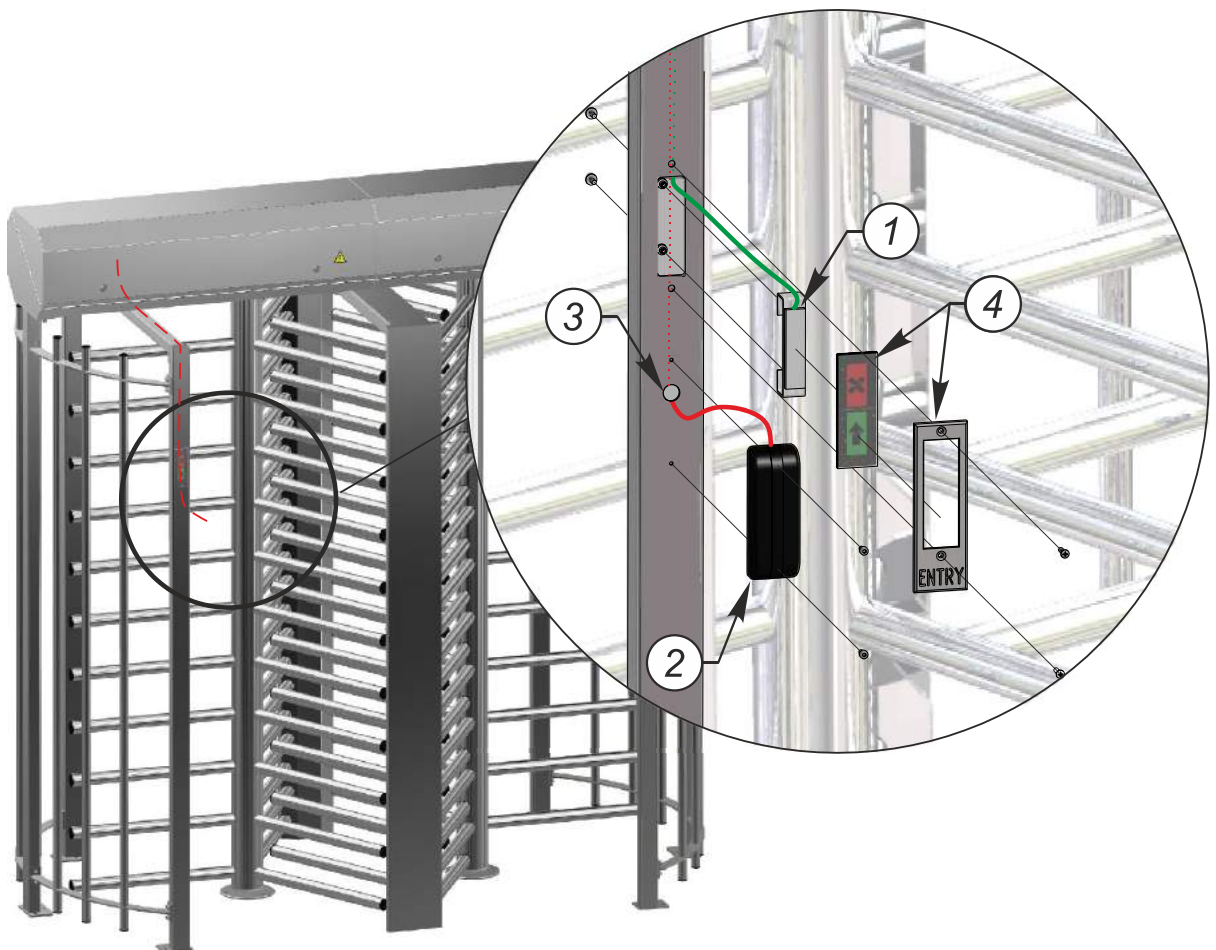

Рис.15 - Установка считывателя бесконтактных карт и табло индикации
- Сделайте отверстия (3) возле табло индикации в торце стенки прохода (см. рисунок 15), по размеру согласно выбранного заказчиком считывателя. Протяните кабель к контейнеру, закрепите считыватель (2) на стойке и подключите
- Установите кронштейн с индикацией (1) в стенку прохода, протяните кабель к контейнеру, установите панель (4) на световое табло индикации и закрепите винтами;